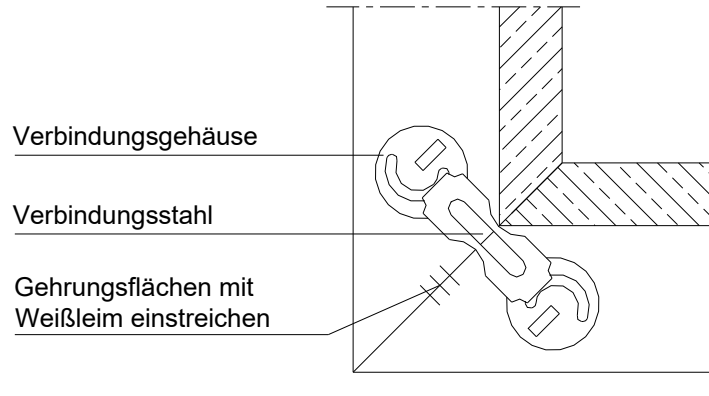

Abbildung 1: Eckverbinder an Falz- und Zierbekleidung
- Längs- und Querteil auf Gehrung zusammenlegen, ausrichten und Verbindungsgehäuse in die dafür vorgesehenen Bohrungen einlegen. Gehäuse soweit drehen, bis Verbindungsstahl angezogen ist und Teile fest verbunden sind. (siehe Abbildung 1)